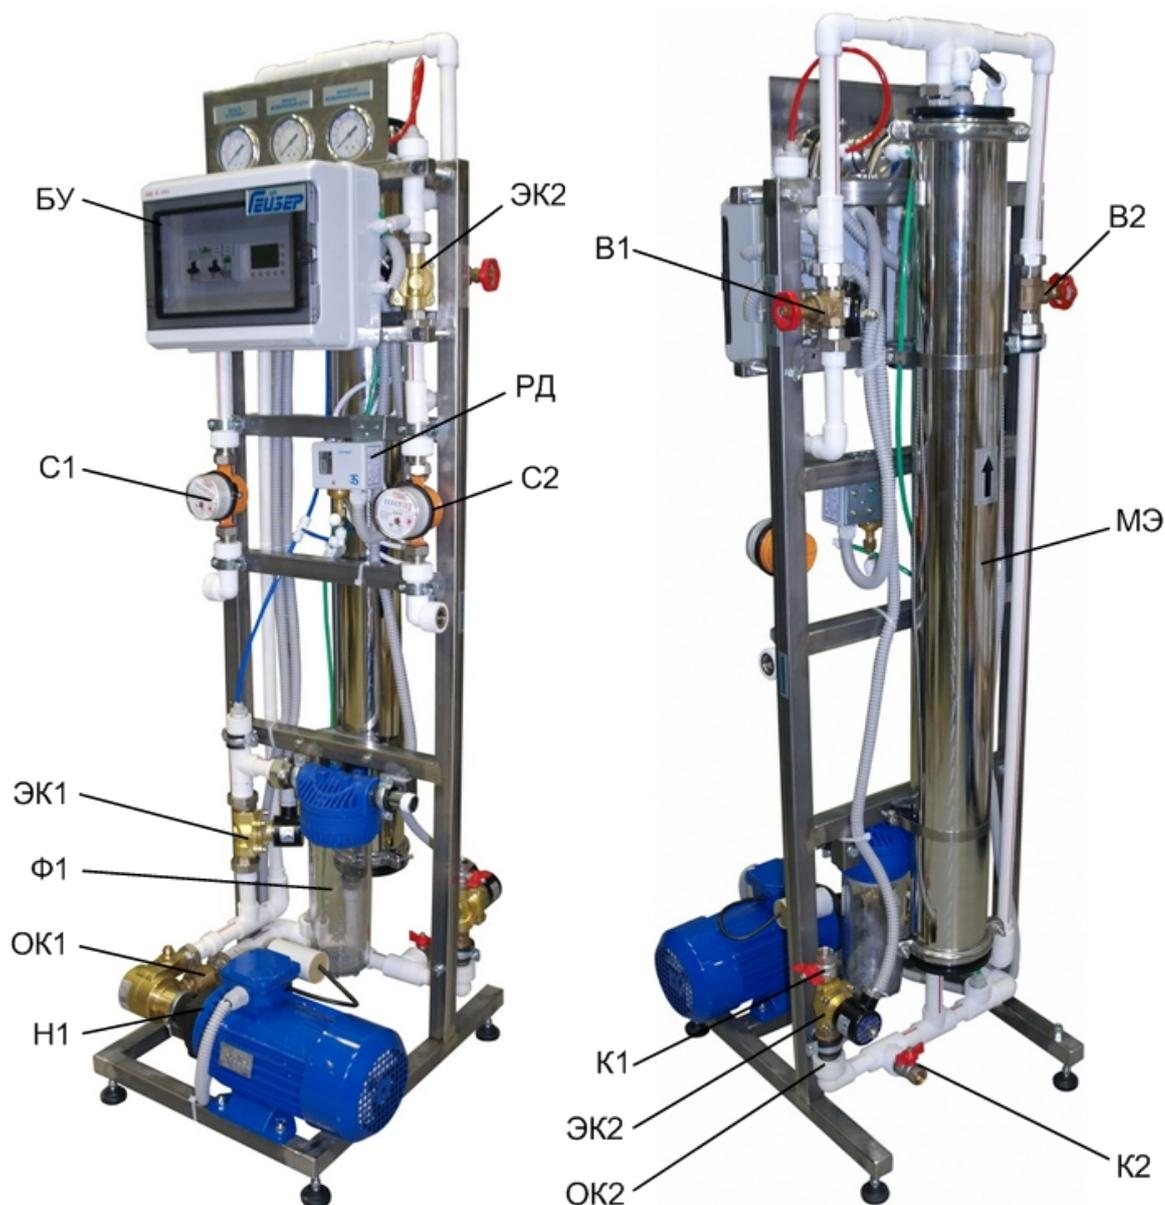

Рис.1 Общий вид установки.
2.1 Общий состав установки (см. рис. 1)
Перед мембранным блоком установлен фильтр механической очистки с размером пор 10 мкм (Ф1 на рис. 1). Данный фильтр предохраняет мембраны от мелких механических примесей, присутствующих в воде.
2.1.3 Насос высокого давления (Н1- на рис. 1) предназначен для повышения давления перед мембранным блоком до значения, необходимого для нормальной работы мембранных элементов.
Установка оснащена следующими приборами (рис. 1):